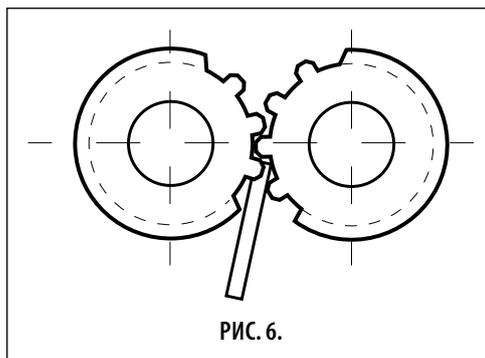

РИС. 6.
См. рис. 6. Защемите зубцы шестеренок (13 и 14) медным листом. Снимите болт (115), пружинную шайбу (116) и концевую шайбу (16).